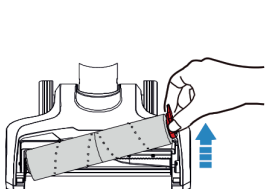

Fig. 37
- Tire el asa del lado derecho del cepillo giratorio para extraerlo (Fig. 37).